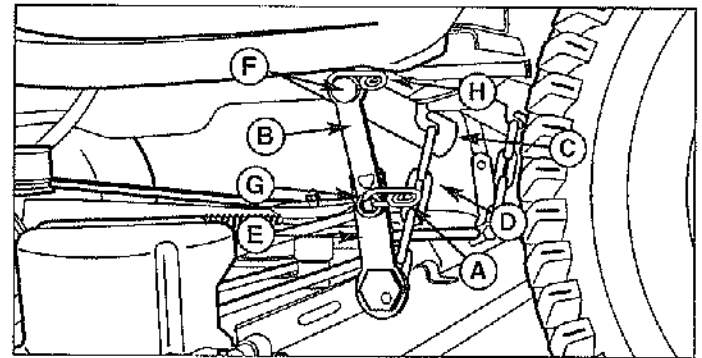
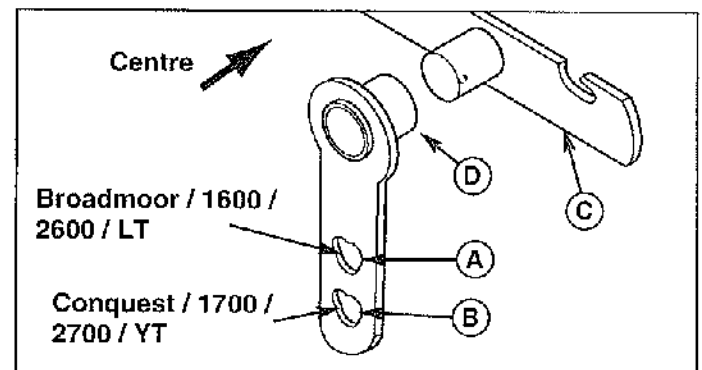

Figure 13. Bras de levage
Figure 14. Patère supérieure
4. Déconnecter la bague de sécurité (A, Figure 13) et la rondelle (G) depuis la patère inférieure. Ôter la patère supérieure (B) du poteau de levage (F). Connecter la patère supérieure (B) à la patère inférieure (E) à l'aide de la bague de sécurité (A) pour empêcher le mauvais placement des pièces ou leur perte. Refaire la même chose de l'autre côté.
4. Voir la Figure 13. Connecter la chaîne de levage (D) au crochet de levage (C), Refaire la même chose de l'autre côté.
6. Déconnecter la bague de sécurité (A, Figure 13) de la patère supérieure (B) et de la patère inférieure (E) si elle est encore connectée du remisage. Glisser la patère supérieure (B) par-dessus le poteau sur le crochet de levage (F). Le long moyeu (D, Figure 14) sur la patère supérieure doit être tourné vers le centre. Connecter le trou de la patère supérieure (B, Figure 13) au poteau sur la patère inférieure (D). Attacher avec la rondelle (G) et la bague de sécurité (A). Refaire la même chose de l'autre côté.
*Remarque : Utiliser le trou supérieur pour la tondeuse Broadmoor / 1600 / 2600 / LT et le trou inférieur pour la tondeuse Conquest / 1700 / 2700 / YT comme indiqué à la Figure 14.*
4. Voir la figure 14. Connecter les chaînes de relevage de tondeuse (B) aux crochets de relevage de tracteur (A).
5. Voir la figure 14. En partant du côté gauche du tracteur, utiliser le bras de tension (D) pour relâcher la tension de la courroie. Installer la courroie (C) sur la poulie de la PDF.
7. Voir la figure 14. En partant du côté gauche du tracteur, utiliser le bras de tension (D) pour relâcher la tension de la courroie. Installer la courroie (C) sur la poulie de la PDF.